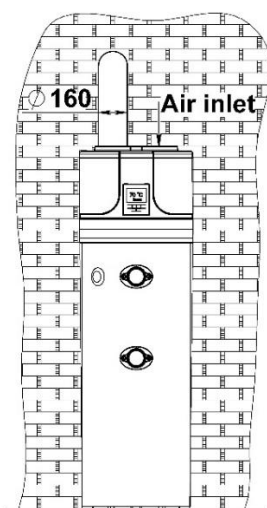

Fig. 5b –Ejemplo de conducto de aire doble
- Entrada y salida de aire fuera de la habitación (Fig. 5b).